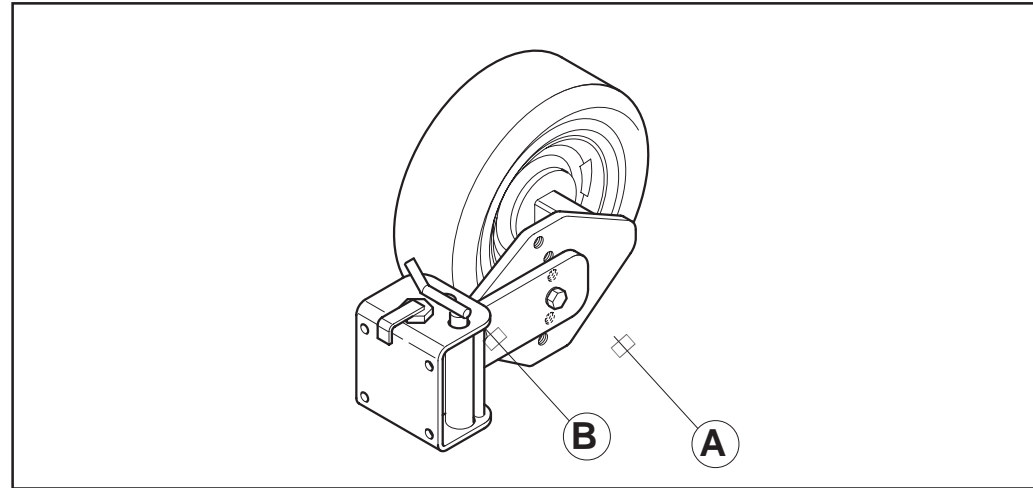

Fig. 13
Prima di chiudere la macchina assicurarsi che le ruote siano chiuse con l'apposito perno (B Fig. 13), per evitare la rottura della barra luci.
Before closing the machine, make sure that the wheels have been fastened with the relative pin (B Fig. 13) to prevent the light bar from breaking.
Vor dem Schließen der Maschine sicherstellen, daß die Räder mit dem dazu vorgesehenen Bolzen (B Abb. 13) geschlossen sind, um den Bruch der Lichtstange zu vermeiden.
Avant de fermer la machine, s'assurer que les roues sont fermées au moyen de l'axe prévu à cet effet (B fig. 13), pour éviter la rupture de la barre des lumières.
Antes de cerrar la máquina, controlar que las ruedas estén cerradas con el correspondiente perno (B Fig.13) para evitar la ruptura de la barra luces.
3.7 RUOTE POSTERIORI Fig. 13 (optional)
3.7 REAR WHEELS Fig.13 (optional)
3.7 HINTERRÄDER Abb. 13 (Optional)
3.7 ROUES ARRIERE Fig.13 (en option)
3.7 RUEDAS TRASERAS Fig. 13 (opcional)
- Regolare l'altezza di lavoro operando sulle ruote, svitando il bullone di tenuta (A Fig. 13), alzare la ruota all'altezza voluta, quindi reinserire il bullone nel foro prescelto.
- *Set the working height by adjusting the wheels, unscrewing the holding bolt (A Fig. 13).*